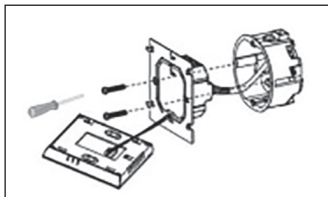

Рис. 6
6.3.2. С помощью двух винтов прикрепите монтажную пластину к монтажной коробке (рис. 6).